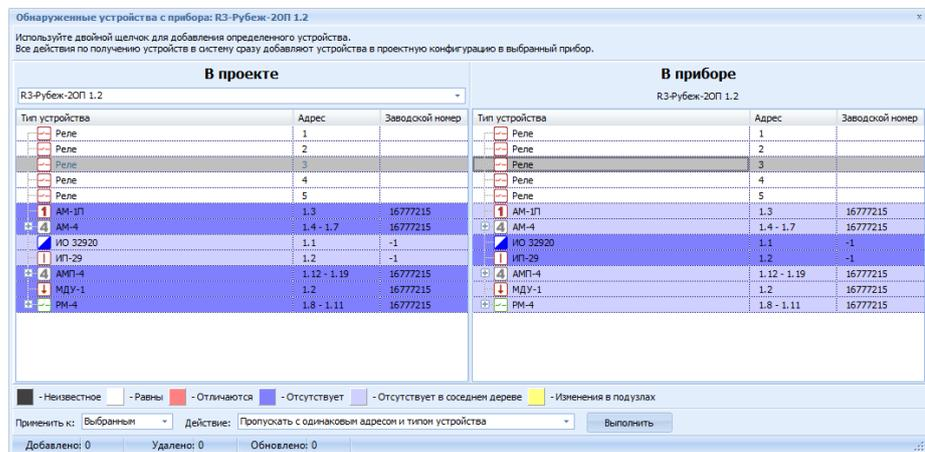

Рисунок 16.4 – Обнаруженные устройства
- 4) «Считать найденные устройства» – пользователь получает из прибора весь список физически подключенных устройств ко всем АЛС. Функция доступна только для приборов R3-Link. После окончания операции выводится окно сравнения списка, настроенного в программе в проектной конфигурации и списка, полученного с прибора (рисунок 16.4). В данном окне имеется несколько действий для переноса устройств. Устройства в этом режиме переносятся в проектную конфигурацию;